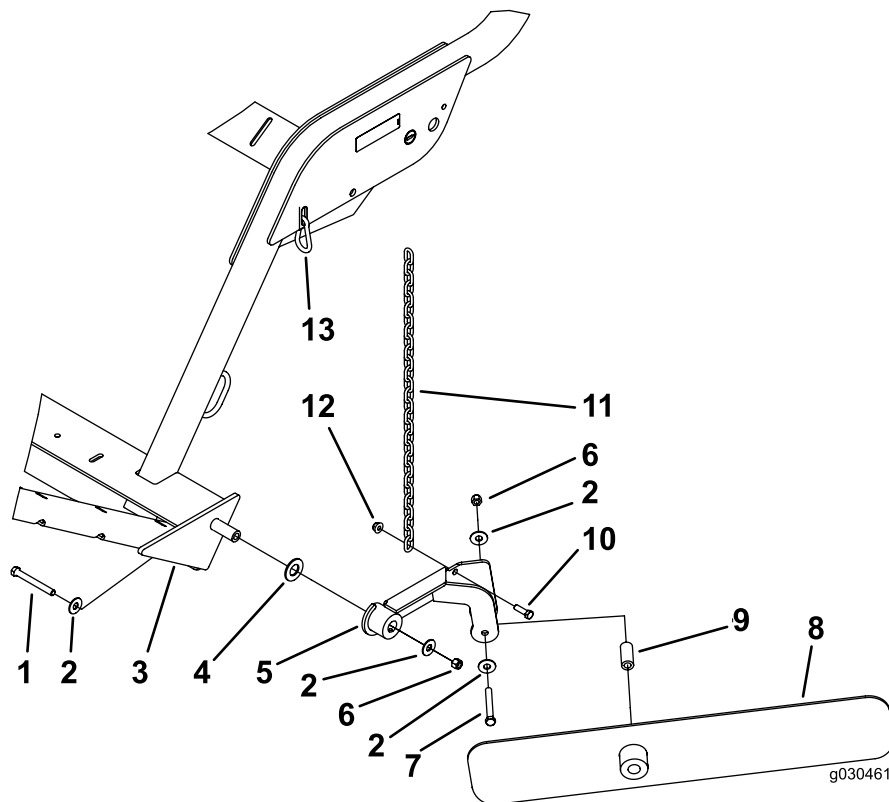

Figura 15
Nota: Collocate i componenti come illustrato nella Figura 15.
2. Fissate la lama Windrow al gruppo di fissaggio con un bullone (7/16 x 3-1/4 poll.), 2 rondelle piane, un distanziale e un dado di bloccaggio (7/16 poll.). Montate i componenti come illustrato nella Figura 15.
3. Fissate la catena al gruppo di fissaggio della lama utilizzando un bullone (3/8 x 1-1/4 poll.) e un dado flangiato (3/8 poll.) (Figura 15).
4. Fissate l'altra estremità della catena alla fessura presente sul telaio, per mezzo di un anello di sicurezza (Figura 15).